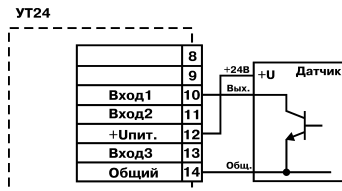

Рис. 11
- активные датчики, имеющие на выходе транзистор  $n-p-n$ -типа с открытым коллекторным выходом. Для питания таких датчиков на клеммник прибора выведено напряжение  $+24\dots+30$  В (максимальный ток нагрузки 100 мА) (рис. 11);